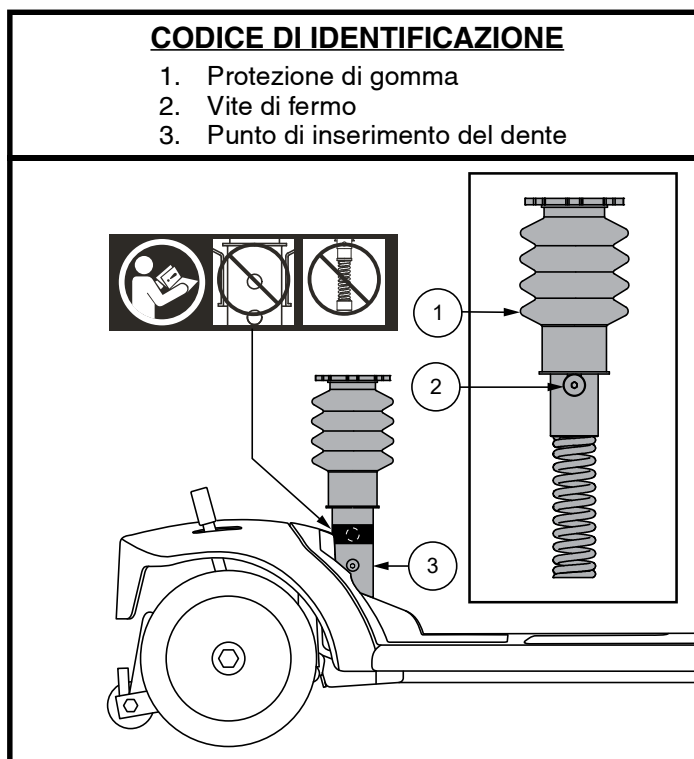

Figura 13. Regolazione della sospensione della sella
INCLINAZIONE DEL MANUBRIO (Vedere figura 13)
2. Rimuovere il reggisella superiore dal veicolo rimuovendo il bullone di spallamento dalla parte inferiore del reggisella, quindi sollevare il reggisella verso l'alto e rimuoverlo dal veicolo. **Vedere la figura 13.**